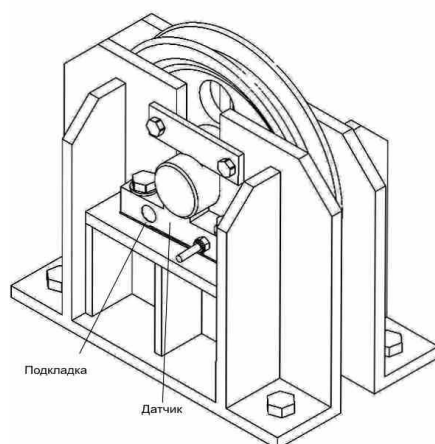

Рис.8
4. Приступить к нормированию ограничителя грузоподъемности рис.8.